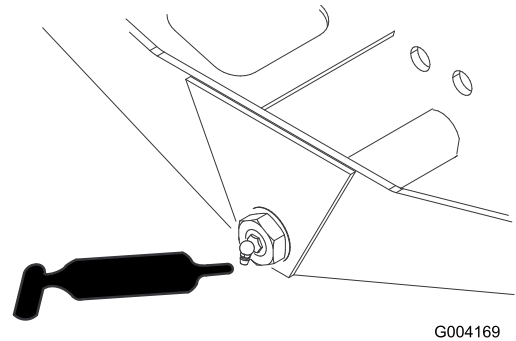

図 58
- ・ アクサルのステアリングピボット (1ヶ所) (図 58)